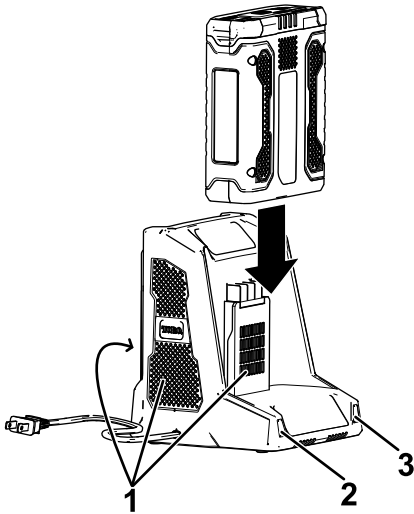

Figure 9
- Glissez la batterie dans le chargeur jusqu'à ce qu'elle soit bien enclenchée (Figure 9).